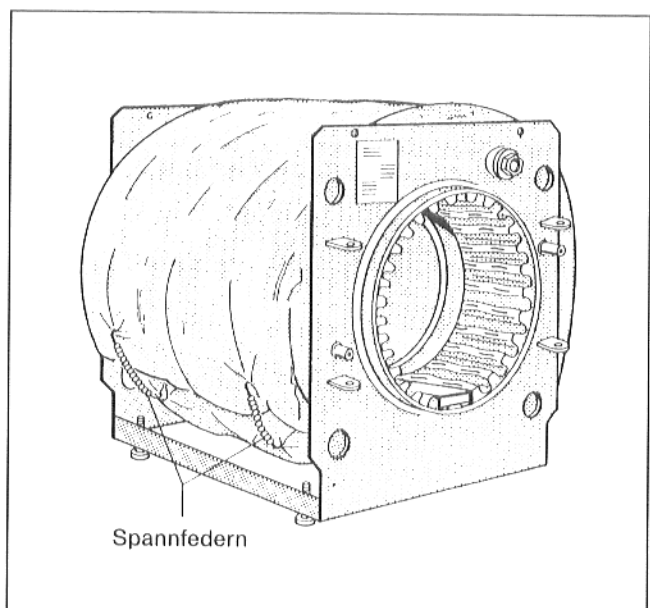

Abb. 7
- Wärmeschutzmatte mit 2 Spannfedern befestigen (Abb. 7).